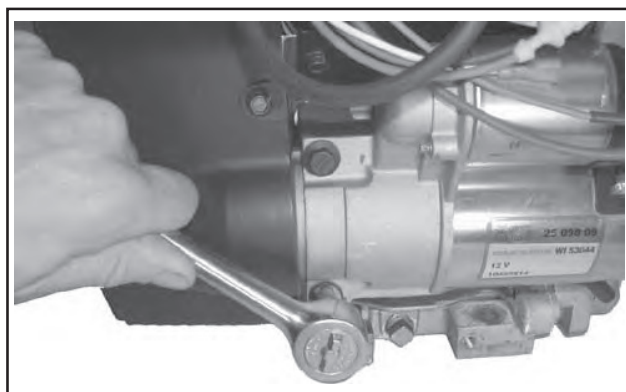

Abbildung 9-30. Abnahme des elektrischen Anlassers.
2. Die beiden geflanschten Sechskantschrauben entfernen. Siehe Abbildung 9-30.